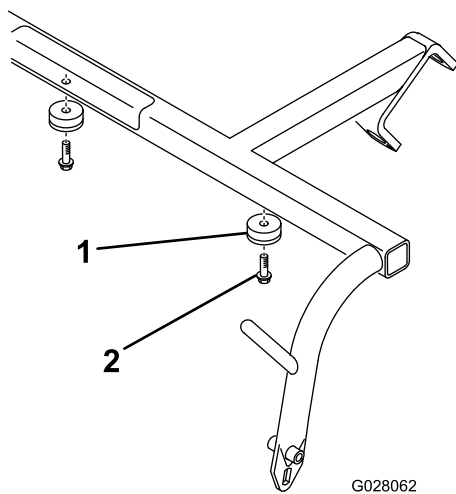

Рисунок 2
2. С помощью двух самонарезающих винтов с буртиком прикрепите два амортизатора с выемкой под крепеж с нижней стороны поперечины ходовой рамы (Рисунок 2).